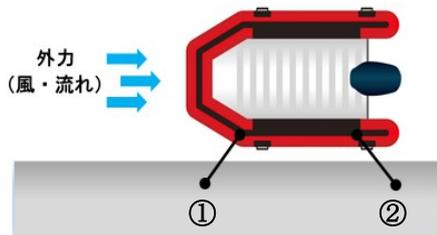

図 3-16
- (3) 係船ロープ、ボートフックを準備し、船首に位置する乗員が着岸地点までの距離を読む。
- (4) 風潮流を考慮し係留手順を以下のとおり判断する。
- ① 船首側から風潮流を受ける場合、船首側の係留ロープを先に結ぶ。(図 3-16)